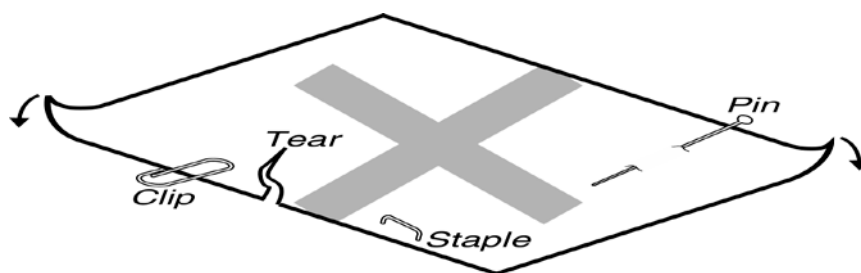

图 B-4
- 装进的纸一定不能有折叠、撕裂或带有订书钉、回形针、大头钉和任何杂物（如图 B-4 所示）。如果装入的纸张带有其它杂物，则极可能会严重损坏打印机。